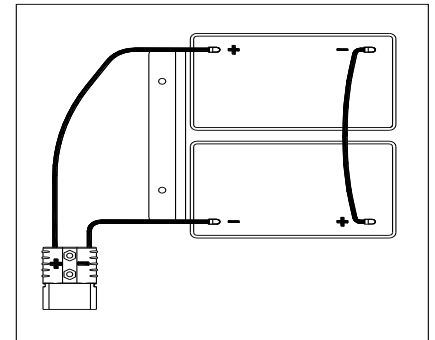

Abbildung 3
Die Maschine benötigt zwei 12V Batterien, Anschluss wie in Abbildung 3.
- Öffnen Sie den Deckel des Schmutzwassertanks (4), vergewissern Sie sich, dass der Schmutzwassertank (3) leer ist oder entleeren Sie ihn über den Ablaufschlauch(15).
- Schließen Sie den Schmutzwassertankdeckel (4).
- Drehen Sie den Schmutzwassertank (3) vorsichtig um.
- Verlegen und installieren Sie das Batteriekabel, wie in (Abbildung 3) gezeigt, und ziehen Sie dann vorsichtig die Mutter auf jeder Batterieklemme an.
- Senken Sie den Schmutzwassertank (3) vorsichtig ab.